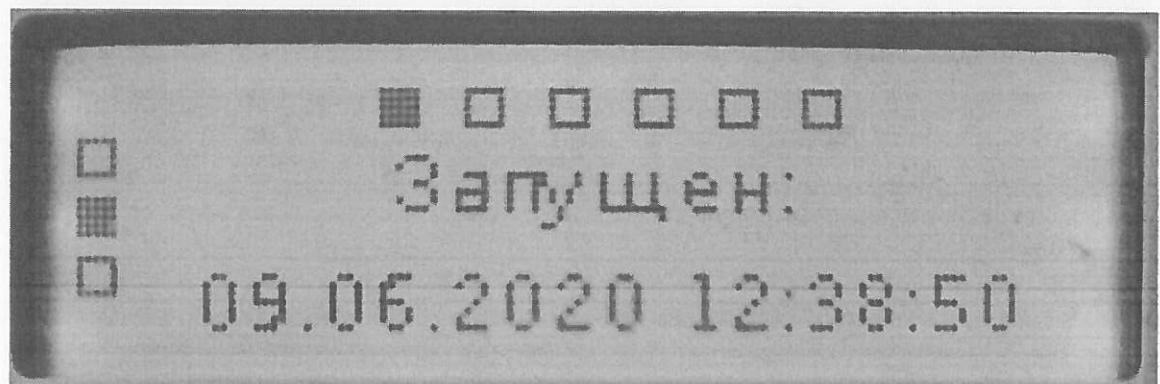

Рисунок 4.6
- Дата и время последнего запуска/перезапуска изделия, по системным часам изделия (рисунок 4.6);